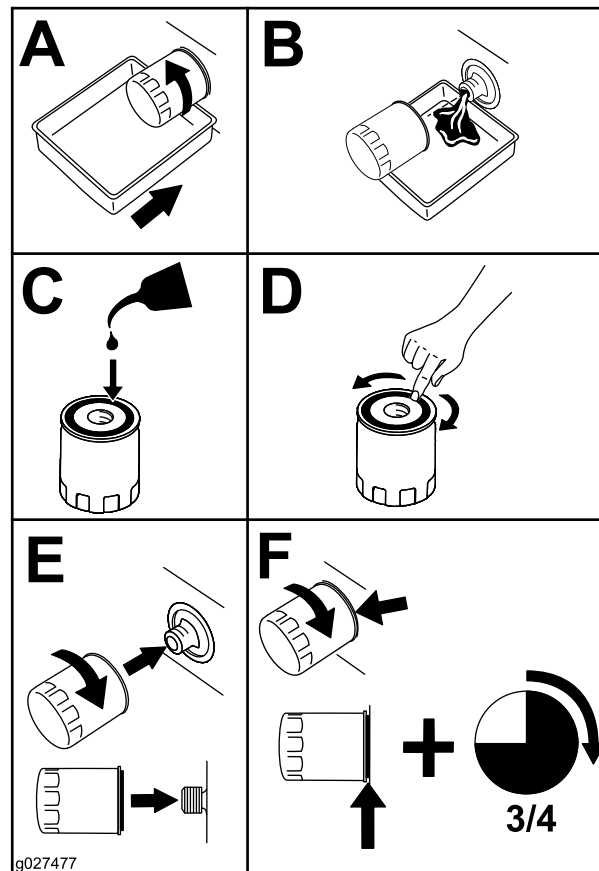

Figura 54
2. Sustituya el filtro de aceite del motor (Figura 54).